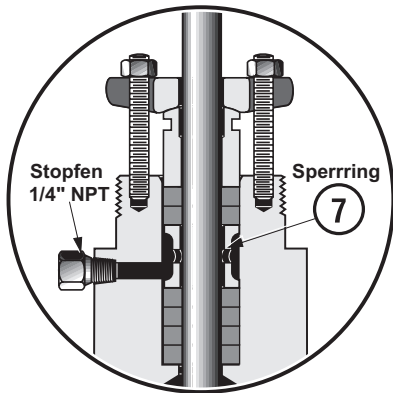

Abb. 5 - Schmierstoffgeber-Anschluss (optional)
- J. Wenn ein Leckdetektor-Anschluss eingebaut war, diesen am seitlichen NPT-Anschluss im Ventilaufsatz anschließen. Andernfalls sich vergewissern, dass der 1/4" NPT-Schraubstopfen eingesetzt geblieben ist (Abb. 5).